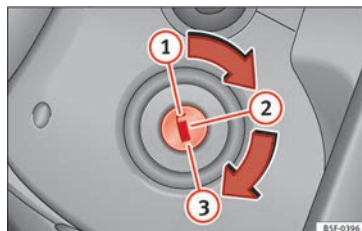

Fig. 186 Positions de la clé de contact.
» fig. 186.
- Retirez la clé de contact d'allumage sur la position ① » fig. 186 » ⚠.